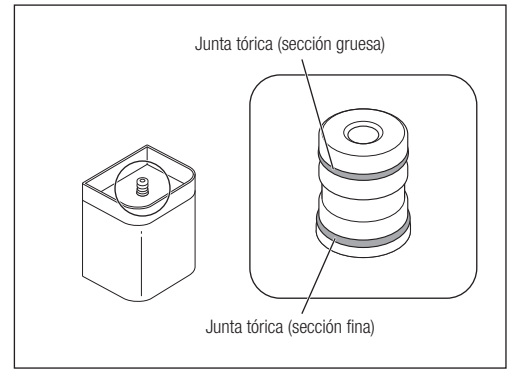

Fig. 46
- Las juntas tóricas tienen grosores diferentes. Asegúrese de colocarlas en la ranura correcta (Fig. 46).